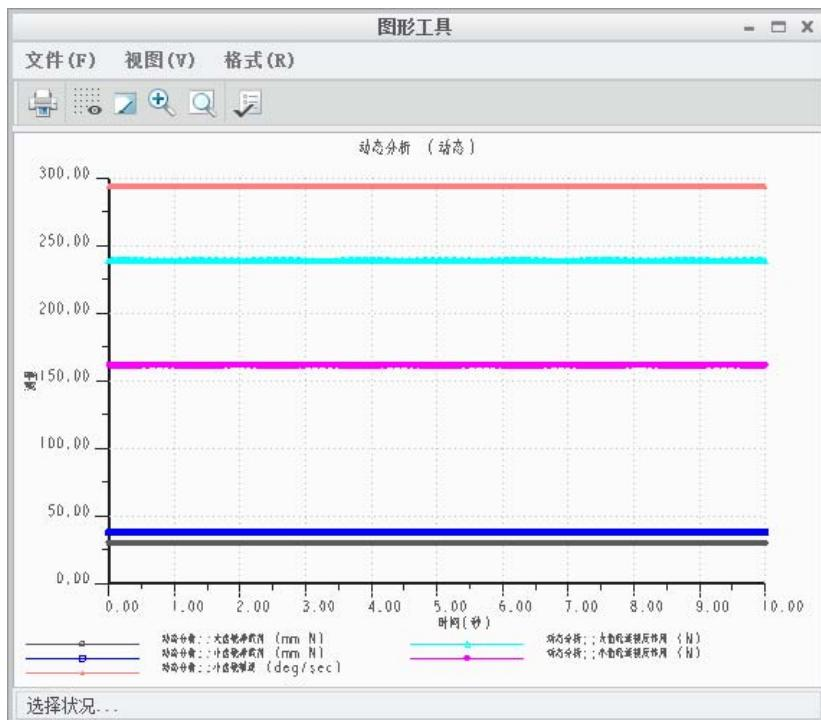

图 8.1.17 “图形工具”对话框
(9) 绘制测量图形。在“测量结果”对话框的顶部单击 \square 按钮，系统便开始测量，并绘制测量的结果图，如图 8.1.17 所示。该图反映在运动学分析 \square AnalysisDefinition1 中，所有测量项与时间的关系。